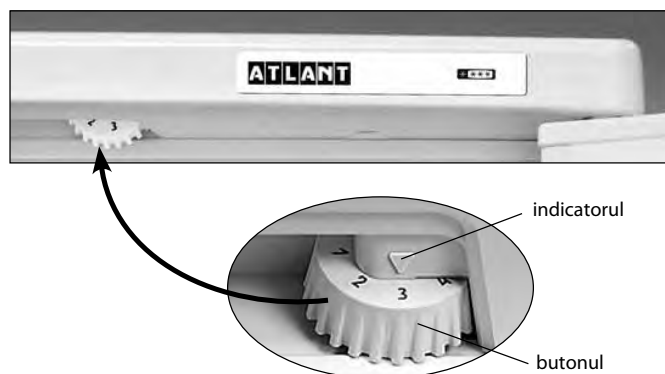

Figura 3 — Reglarea temperaturii
1.5 Funcția de reglare a temperaturii în frigider, în conformitate cu Figura 3 este controlată cu ajutorul butonului de reglare a temperaturii (în continuare - buton), care se află sub masca frigiderului. Butonul se rotește în sensul acelor de ceasornic sau în sensul contrar al acestora și are diviziuni numerice. Diviziunea "1" corespunde celei mai joase setări de temperatură (răcire minimă) în camera frigorifică, diviziunea "7" – celei mai înalte setări de temperatură (răcire maximă). Pentru a regula temperatura, setați diviziunea butonului sub indicator.
Deschideți ușa CF. La prima conectare este recomandat să instalați sub indicator diviziunea „3” sau „4” a butonului în conformitate cu Figura 3. Închideți ușa CF.